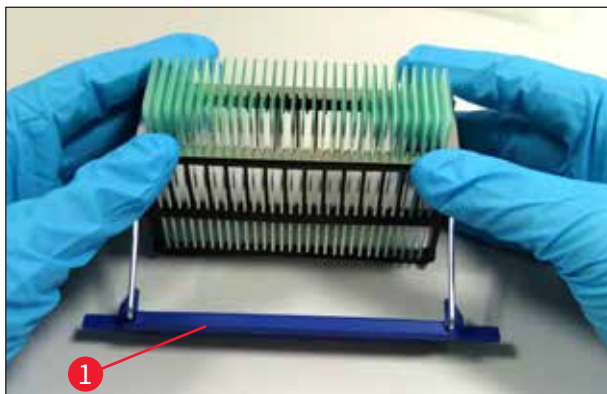

图 35
3. 将夹具小心地放在样本载玻片上方, 注意每个夹具槽中只能放置一个样本载玻片 (→ 图 35)。
5. 使用双手同时小心地按下夹具, 直至其卡入到位 (→ 图 35)。